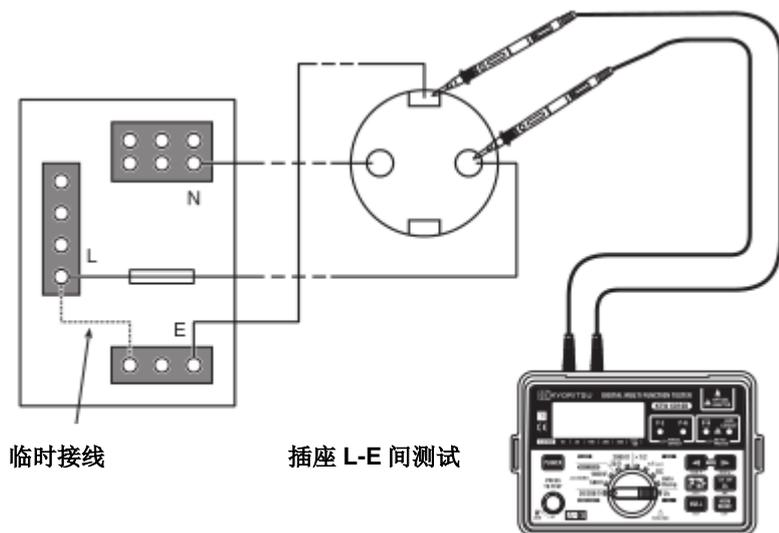

Fig 3
5. 将测试线连接到需要电阻的回路（图 3 典型连接布置）。首先确保**电路不带电**。